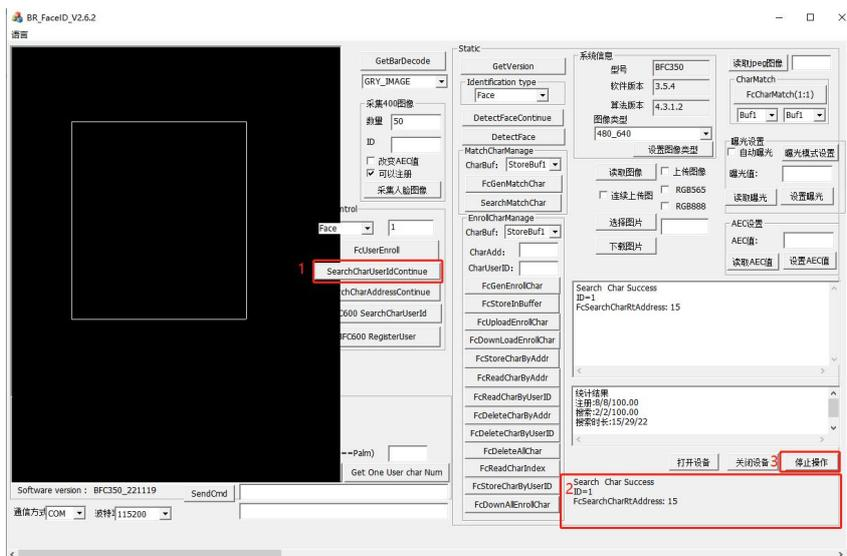

图 4-6
- (1) 模块正对掌静脉/人脸，点击 (1) 处“SearchCharUserIdContinue”；
- (2) 搜索成功后左边 (2) 处显示“Search Char Success ID=11”；
- (3) 点击 (3) 处“停止操作”，如图 4-6 所示。